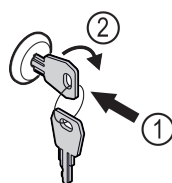

Fig. 143 Beispielhafte Darstellung
- Schlüssel hineindrücken Fig. 143 (1).
- Schlüssel um 90° im Uhrzeigersinn drehen Fig. 143 (2).